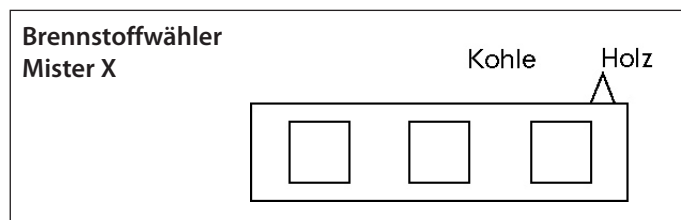

Abb. 11
- Den Brennstoffwähler für das Heizen mit Braunkohlenbriketts ganz öffnen (»Stellung Kohle« siehe Abb. 11).